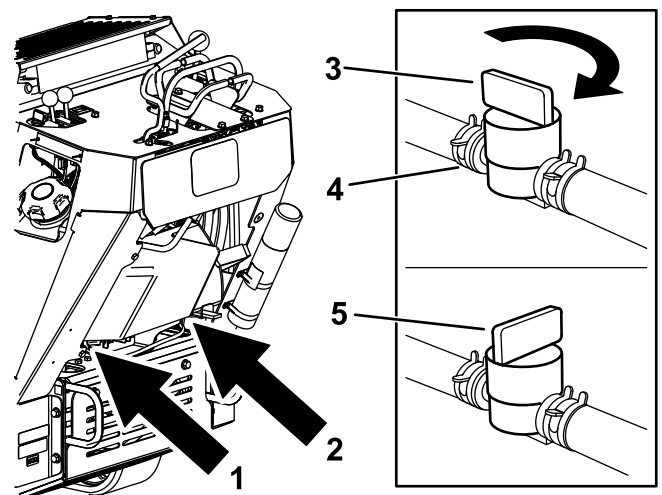

Bild 47
3. Schließen Sie den Kraftstoffhahn (Bild 47).
4. Drücken Sie die Enden der Schlauchklemme an der Motorseite des Kraftstoffhahns zusammen und schieben Sie ihn an der Kraftstoffleitung vom Ventil weg (Bild 47).
5. Ziehen Sie die Kraftstoffleitung vom Ventil (Bild 47).
5. Drehen Sie den Kraftstoffhahn in die geöffnete Stellung (Bild 47).